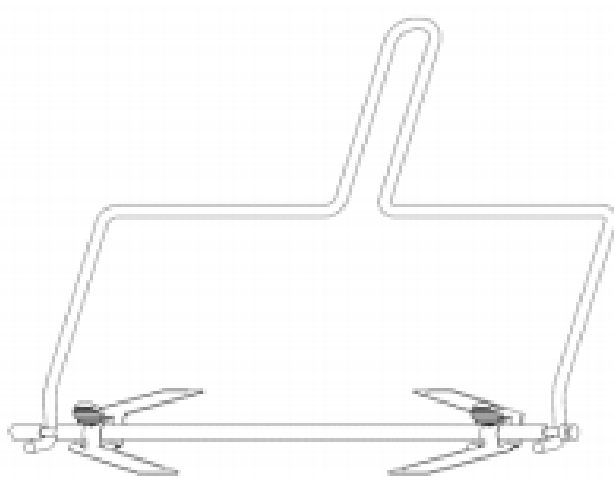

Fig. 7
- Utilize sempre a pega do espeto para retirar o espeto do forno quando estiver quente. Coloque as extremidades em forma de gancho da pega do espeto por baixo do espeto e nas ranhuras (Fig. 7 e 8) e levante-o.